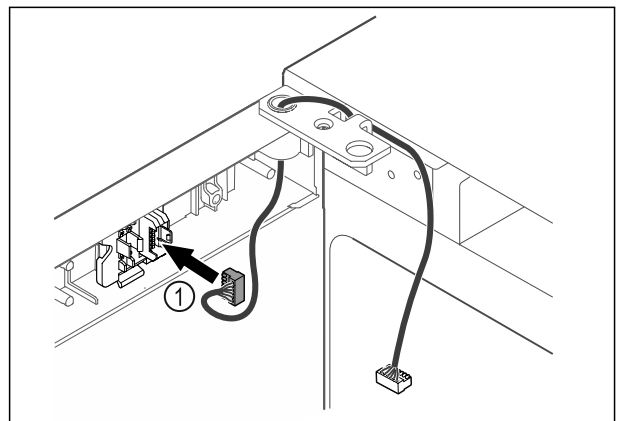

Fig. 42
- ▶ Stekker Fig. 42 (1) in stekkerhouder steken.